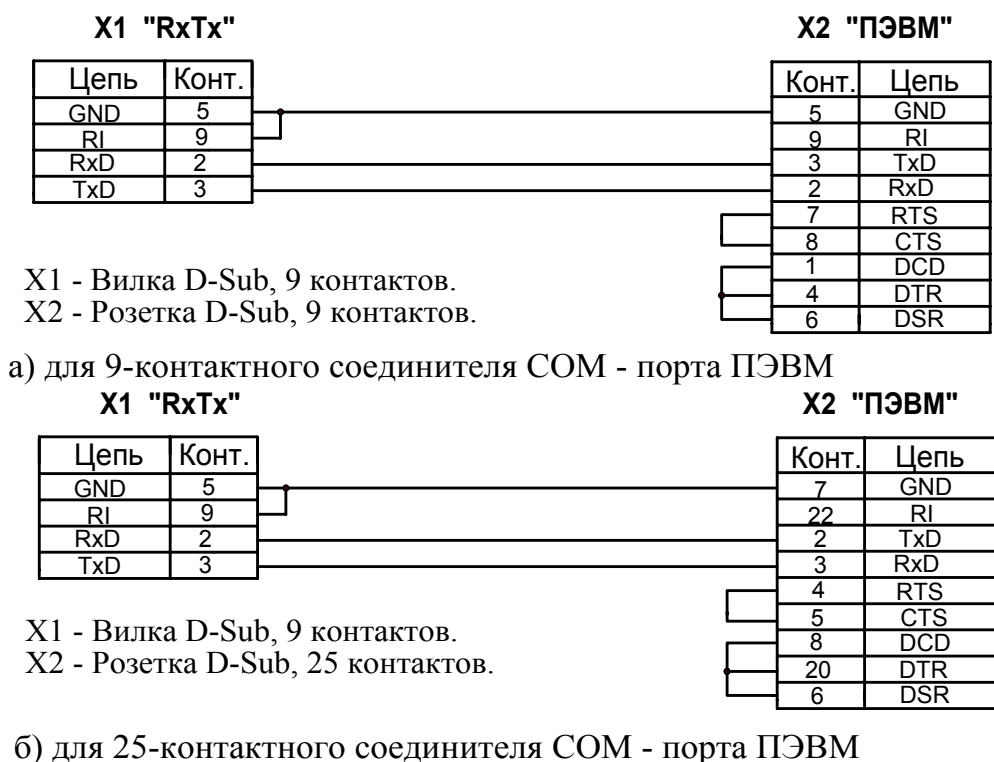

Рисунок 5.6 - Схема жгутов для подключения ПЭВМ к БМРЗ
- ДИВГ.685621.015 - см. рисунок 5.6 а), длиной 3 м;
- ДИВГ.685621.015-01 - см. рисунок 5.6 б), длиной 3 м;
- ДИВГ.685621.015-02 - см. рисунок 5.6 а), длиной 5 м.